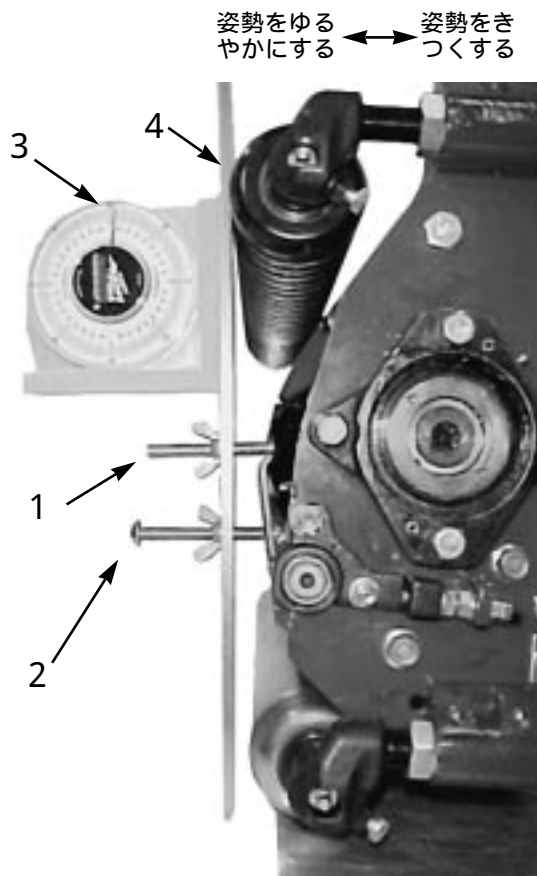

図 10
3. 前刈り高ロッドの高さ（B）を調整する（表1）。この値は（図10）前刈り高ロッドの上面からコーンナット上面までの距離である。
4. 前後のローラにゲージバーを渡しかける。この時、ゲージバーが前のローラぴったり接触した状態で、第 1 のネジが下刃にぴったりと接触する必要がある（図 10）。
6. ゲージバーに傾斜計を置きゲージバーの角度を求める（図 10）。
注：前ローラを下げれば角度（姿勢）は小さくなり、上げれば大きくなります（図 10）。